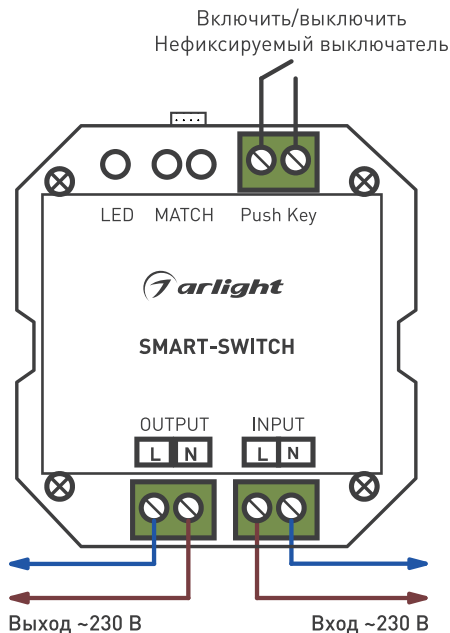

Рисунок 1. Схема подключения выключателя
- 3.2. Подключите нагрузку к выходу OUTPUT выключателя, соблюдая порядок подключения проводов (см. рис. 1).
- 3.3. Подключите обесточенные провода электрической сети к входу INPUT выключателя, соблюдая порядок подключения проводов (см. рис. 1).